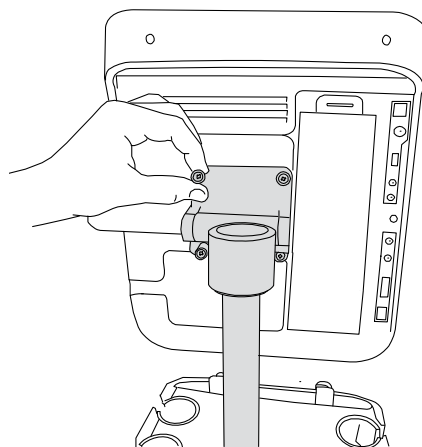

Abbildung 3 Schrauben an der Montageplatte anziehen
- 3 Ziehen Sie die Schrauben an jeder der vier Ecken an, damit das System gesichert wird. Verwenden Sie wenn nötig einen Kreuzschlitzschraubendreher. Siehe Abbildung 3.
- 1 Stützen Sie das Ultraschallsystem ab und lösen Sie die Schrauben an allen vier Ecken der Montageplatte. Falls nötig, verwenden Sie einen Kreuzschlitzschraubendreher. Siehe Abbildung 3.